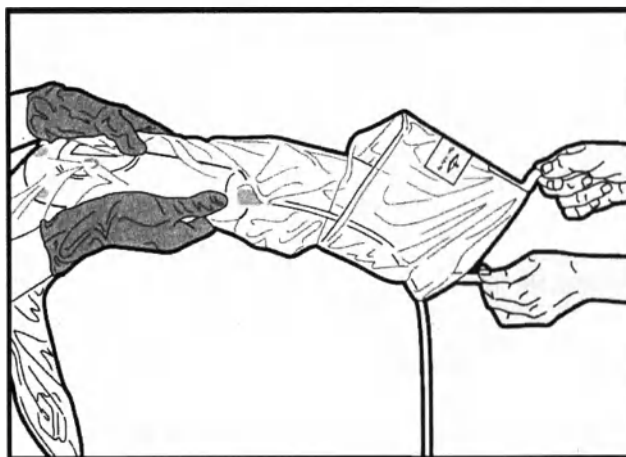

Рисунок 5. Разворачивание пакета
6. Затем стерильный оператор берется за MDU5 PLUS в пакете. Оператор вне стерильного поля тянет за бирки, чтобы полностью развернуть пакет по всей длине (Рисунок 5).